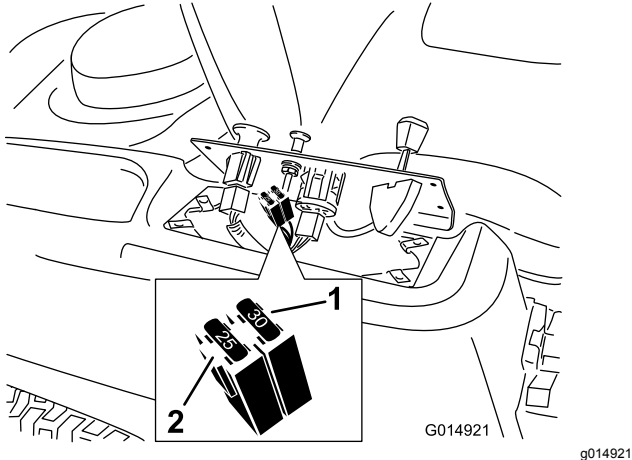

Figura 43
- Levante el panel de control para tener acceso al arnés de cables principal y al bloque de fusibles (Figura 43).
- Para cambiar un fusible, tire del fusible para retirarlo (Figura 43).